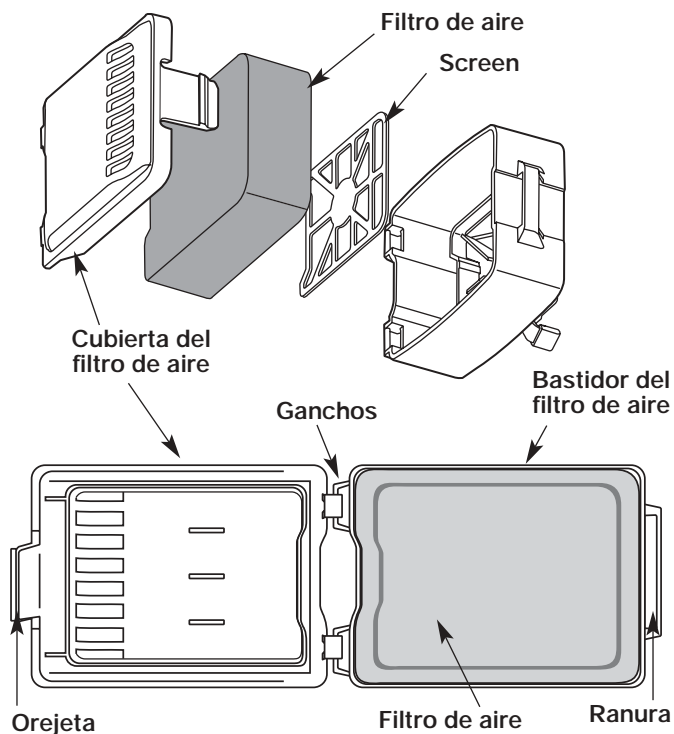

Fig. 20
1. Abra la cubierta del filtro de aire. Empuje la orejeta del lado izquierdo de la cubierta hacia adentro, gire la cubierta del filtro de aire hacia afuera y sepárela del bastidor del filtro de aire (Fig. 20).
2. Saque el filtro de aire y la pantalla que está detrás del mismo (Fig. 20).
6. Vuelva a colocar el filtro y la pantalla (Fig. 20).
8. Gire la cubierta hacia la derecha hasta que la orejeta de la cubierta del filtro de aire se trabe en su lugar en la ranura del lado derecho del bastidor del filtro de aire (Fig. 20).